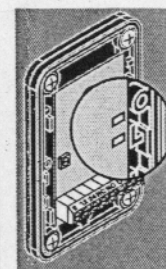

Fig. 11 / Bild. 11
Allineare il trasmettitore ed il ricevitore in modo che venga creato il fascio ed il led rosso LR si spenga (Fig. 8 - Fig. 11).
- il led verde si accende quando il ricevitore viene alimentato (Fig. 11);
- il led rosso è acceso quando ricevitore e trasmettitore non sono allineati (Fig. 11).